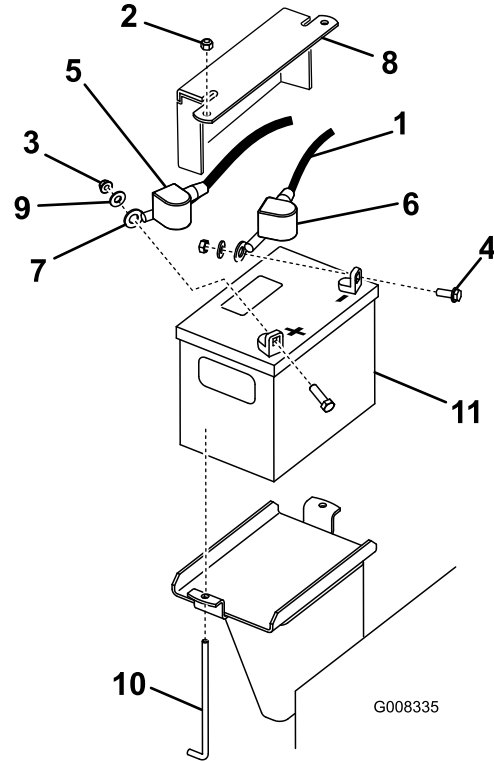

Bild 49
3. Nehmen Sie die Gummiabdeckung vom Minuskabel ab. Klemmen Sie zunächst das Minuskabel vom Minuspol (-) der Batterie ab (Bild 49).
4. Ziehen Sie die rote Polkappe vom (roten) Pluspol der Batterie ab. Ziehen Sie dann das (rote) Pluskabel ab (Bild 49).
5. Entfernen Sie die Niederhalteplatte, die J-Schrauben und Sicherungsmuttern, mit denen die Batterie befestigt ist (Bild 49). Entfernen Sie die Batterie.
1. Schließen Sie das Pluskabel (Rot) der Batterie mit den vorher entfernten Befestigungen am Pluspol (+) der Batterie an (Bild 49).
3. Schließen Sie das Minuskabel (Schwarz) der Batterie mit den vorher entfernten Befestigungen am Minuspol (-) der Batterie an (Bild 49).
4. Befestigen Sie die Batterie mit der Stange und den Flügelmuttern (Bild 49).